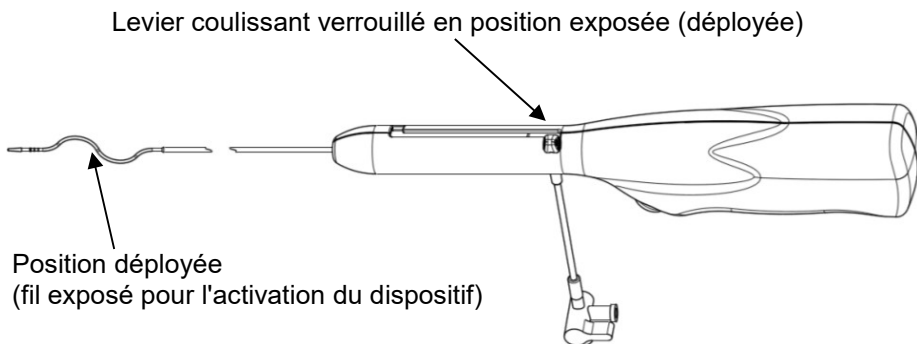

Figure 4
12. Avancer l'extrémité flexible jusqu'à la partie la plus distale du caillot. Exposer le fil sinusoïdal. Pour ce faire, déverrouiller et rétracter complètement le levier coulissant, puis tourner ce dernier jusqu'à entendre un « clic » (voir la Figure 4). Confirmer la position du dispositif dans le site de traitement par radioscopie. Appuyer sur l'interrupteur MARCHE/ARRÊT pour activer la rotation.
11. Dans une greffe, avancer l'extrémité flexible jusqu'à l'anastomose veineuse. **Avertissement : ne pas avancer l'extrémité flexible au-delà de l'anastomose.** Dans une fistule, avancer l'extrémité flexible jusqu'à la partie la plus centrale du caillot. Exposer le fil sinusoïdal. Pour ce faire, déverrouiller et rétracter complètement le levier coulissant, puis tourner ce dernier jusqu'à entendre un « clic » (voir la Figure 4). Confirmer la position du dispositif dans la fistule ou la greffe par radioscopie. Appuyer sur l'interrupteur MARCHE/ARRÊT pour activer la rotation. **Remarque : lorsque le fil est exposé, prendre des précautions pour éviter de l'avancer dans le caillot et au-delà de l'anastomose.**